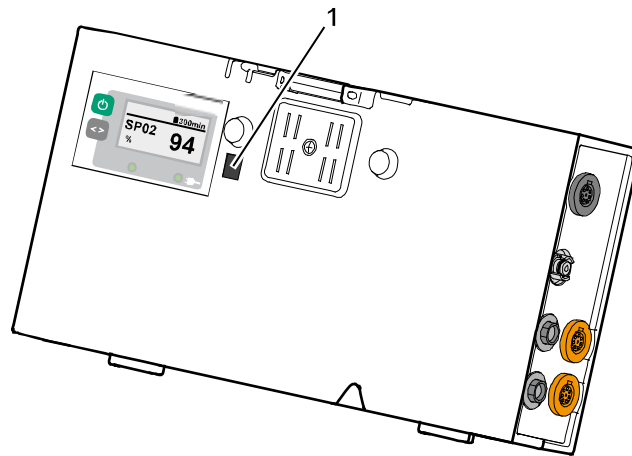

Bild 9-5 Patientenbox, Infrarotschnittstelle
7. Infrarotschnittstelle der Patientenbox mit einem Tuch abwischen (siehe Bild 9-5, Pos. 1).